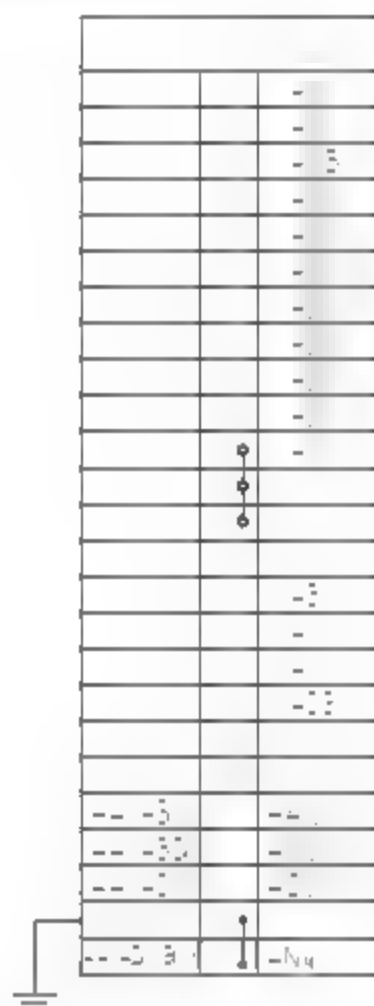

图10-49 标注文字
**04** 调用MT【多行文字】命令，在表格内输入标注文字，结果如图10-49所示。